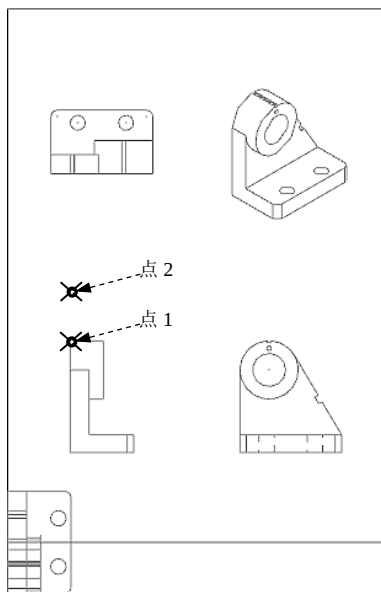

图 7.6.16 移动视图前
②□ 选择命令。在 **移动** 区域中单击 **平移** 按钮。
② 定义移动起始点和终止点。在绘图区选取图 7.6.16 所示点 1 (两边线的交点)。然后, 竖直拖动鼠标, 将视图移动到点 2 的位置单击鼠标左键。